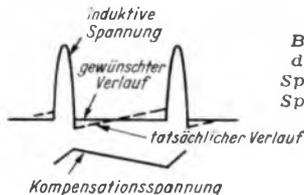
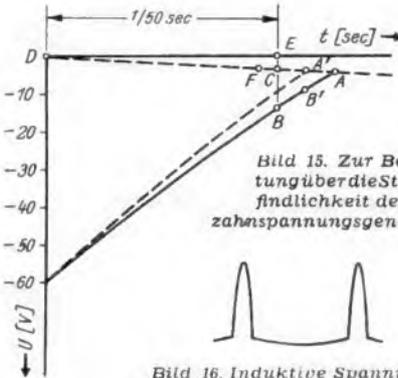

Bild 13. Verlauf der induktiven Spannung an den Spulen ohne und mit Berücksichtigung des ohmschen Widerstandes
Bild 16. Induktive Spannung bei Tangensentzerrung
Zunächst sei angenommen, daß der Stromanstieg in den Ablenkspulen während des Hinlaufs zeitlinear ist; dann muß während des Hinlaufs die Spannung an den Spulen konstant sein. Dies gilt allerdings nur, wenn der ohmsche Widerstand vernachlässigbar klein ist. Tatsächlich ist dies nicht der Fall. Den Spannungsverlauf für diesen Fall zeigt Bild 13 (ausgezogene Kurve).
stehenden induktiven Spannung überlagert sich also eine Sägezahnspannung. Sie ist durch das Glied Ri der Gleichung (7) gegeben. Tatsächlich wird nun durch die Diode nicht die induktive Spannung konstant gehalten, sondern die Spannung U. Dem induktiven Spannungsverlauf ist der ohmsche überlagert, wie dies Bild 13 zeigt. Nimmt man an, daß zu Beginn des Hinlaufs der Strom i klein ist, am Ende des Hinlaufs am größten, so wird die induktive Spannung zu Beginn des Hinlaufs einen bestimmten Wert haben, der am Ende des Hinlaufs um den Betrag Ri vermindert, also zu klein geworden ist. Soll die induktive Spannung jedoch konstant bleiben, so muß der den Spulen zugeführten Spannung die durch den ohmschen Widerstand R verursachte Sägezahnkomponente hinzugefügt werden. Zur konstanten Spannung der Diode muß also eine Sägezahnspannung zur Kompensation des ohmschen Widerstandes addiert werden. In Bild 13 ist diese angedeutet. In Bild 4 wird die Spannung zu der am Kondensator C 22 liegenden addiert. Dazu dient der aus C 22, C 23, L 6 und einer Teilspeule des Transformators gebildete und durch einen ohmschen Reihenwiderstand gedämpfte Schwingkreis. An C 22 entsteht infolge der vom Transformator dem Kreis zugeführten Impulsspannung durch Integration des Stroms die notwendige Kompensationsspannung. Das richtige Maß der Kompensation wird durch Regelung von L 6 erreicht. Die Resonanz des Kreises liegt unterhalb der Horizontalfrequenz.
Der Strahl muß also mit zunehmender Auslenkung abgebremst werden. Dies besorgt der Kondensator C 22. Er bildet mit den Ablenkspulen einen Resonanzkreis. Dadurch bleibt, wie Bild 16 zeigt, die induktive Spannung während des Hinlaufs nicht konstant, sondern sie verläuft nach einer Sinusfunktion. Die Eigenfrequenz des Kreises liegt jedoch so tief, daß nur eine geringe Amplitude der Sinusschwingung erreicht wird.
bzw. je größer die Selbstinduktion ist, um so kleiner muß der Kondensator sein. Im vorliegenden Fall besitzt er eine Kapazität von 60 nF. Praktisch ist dem Spannungsverlauf nach Bild 16 noch die Kompensationsspannung zur Linearisierung überlagert (Bild 13).